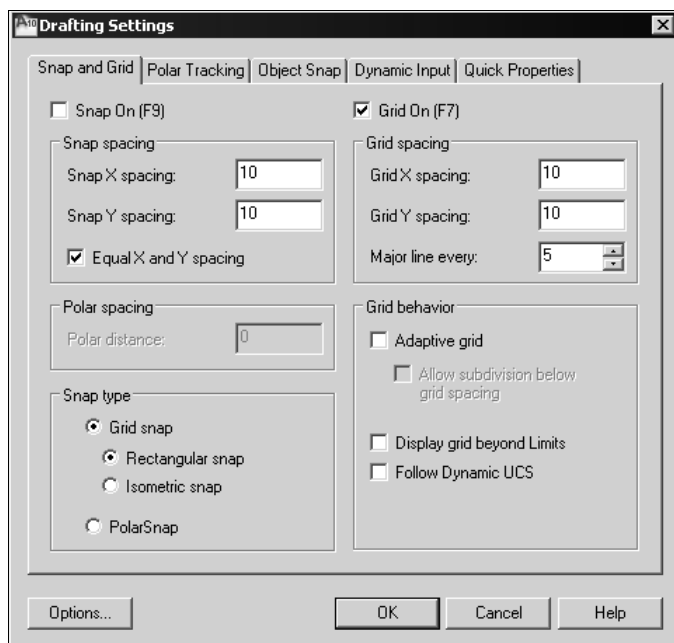

Рис. 4.3. Диалоговое окно **Drafting Settings** при настройке шага сетки
1. Вызовите контекстное меню щелчком на кнопке  **Grid Display** (Отображение сетки) в строке состояния и выберите из него **Settings** (Настройка). Появится диалоговое окно **Drafting Settings** (Режимы рисования) (рис. 4.3) на вкладке **Snap and Grid** (Шаг и сетка).
5. В области **Grid spacing** (Шаг сетки) диалогового окна **Drafting Settings** (Режимы рисования) (см. рис. 4.3) введите в поле **Grid X spacing** (Шаг сетки по X) нужное значение шага сетки по оси X. Для этого подведите указатель курсора к этому полю, щелкайте на нем левой кнопкой мыши до появления текстового маркера в виде латинской буквы I, а затем наберите на клавиатуре